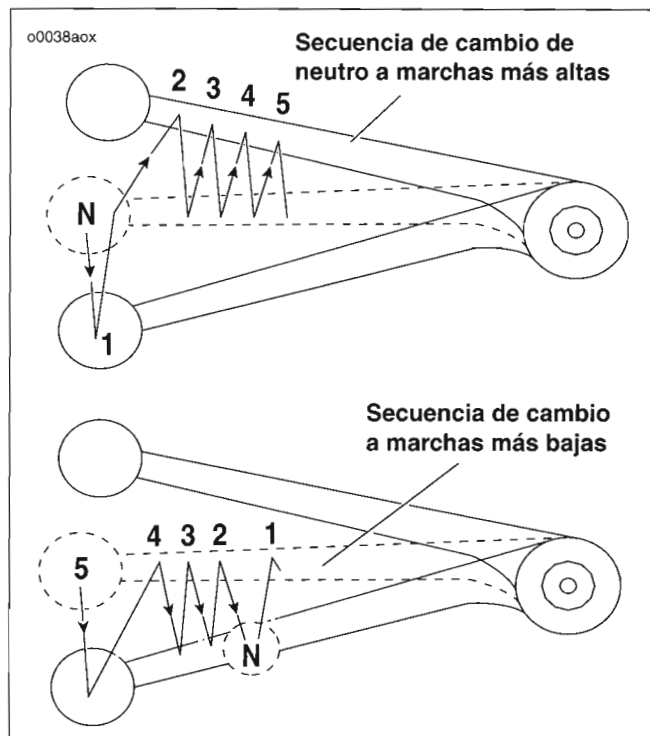

Figura 32. Pedal de cambios
Vea la Figura 32. Siempre arranque el motor de la motocicleta en neutro. Arranque siempre la motocicleta en la primera marcha cuando el motor está funcionando.
3. Vea la Figura 32. Empuje el pedal de cambios hacia abajo con firmeza, pero suavemente, hasta el final de su recorrido y enganche la primera marcha.
Vea la Figura 32. Levantando la palanca de cambios hacia arriba, se engancha una marcha más alta; empujando la palanca de cambios hacia abajo, se engancha una marcha más baja. Al parar, mueva la palanca de cambios hasta alcanzar neutro. El punto neutro se encuentra en la mitad de la carrera ascendente de la primera marcha.
5. Vea la Figura 32. El patrón de cambio de marchas es: primera hacia abajo y las cuatro marchas siguientes hacia arriba.